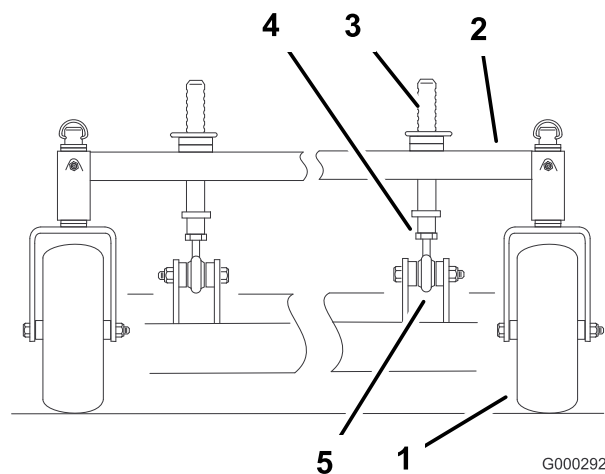

Рисунок 57
1. Чтобы изменить угол наклона в продольном направлении, необходимо отрегулировать передние стойки высоты скашивания (Рисунок 57).
2. Чтобы поднять переднюю часть деки, ослабьте контргайку и поверните передний штифт по часовой стрелке (Рисунок 57).
3. Чтобы опустить переднюю часть деки, ослабьте контргайку и поверните передний штифт против часовой стрелки (Рисунок 57).
6. Затяните контргайки (Рисунок 57).